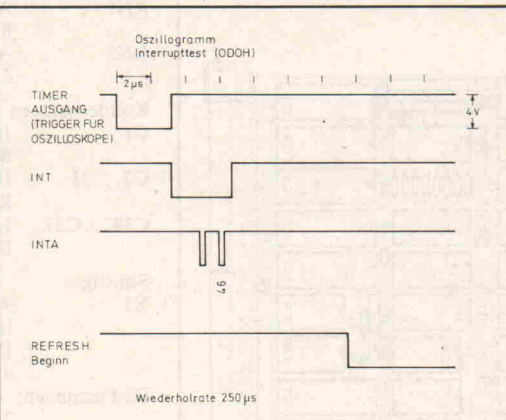

Bild 9. Der Signalverlauf beim Interrupttest '0D0'
17) triggern. Man muß das Oszillogramm nach Bild 9 sehen.